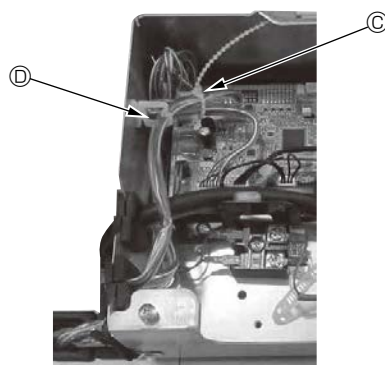
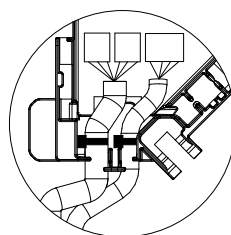

Fig. 10-14
Fig. 10-15
- Поместите излишние соединительные провода датчика i-See и приемника сигнала в проволочный хомут в коробке электрических компонентов, как показано на схеме, и зафиксируйте провода зажимом вместе. (Fig. 10-14) Убедитесь, что лента, фиксирующая соединительные провода датчика i-See и приемника сигнала, расположена внутри коннекторной коробки. (Fig. 10-15)